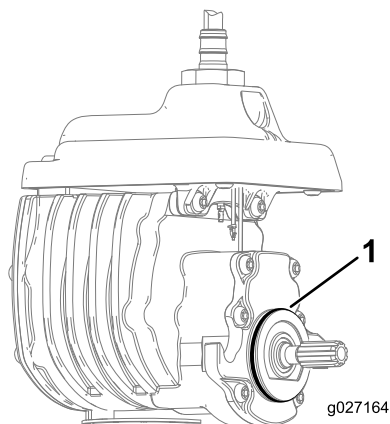

Figure 6
- Placez le joint torique sur le moteur de cylindre (Figure 6).